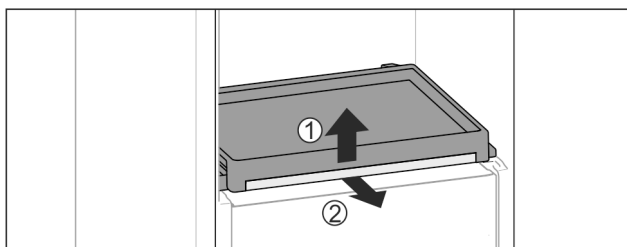

Fig. 95
- ▶ Retirar el estante extraíble con la plancha de cristal: levante ligeramente la parte delantera de la plancha de cristal Fig. 95 (1) y extráigala hacia delante Fig. 95 (2).